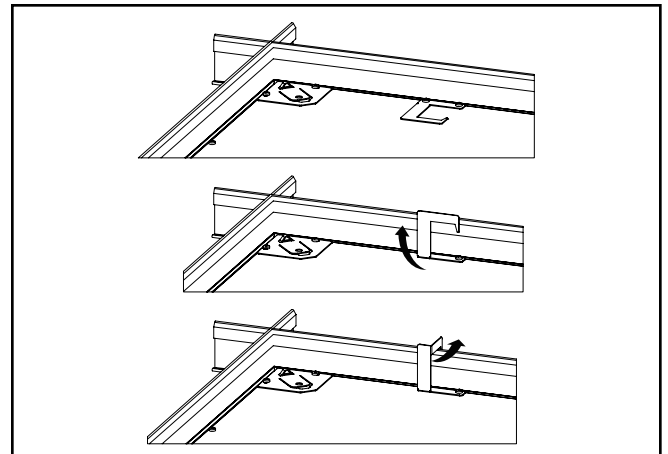

Figure 4.
- Les brides de grille sont fournies afin de mieux le retenir au système de plafond. Orientez 4 languettes à l'arrière du luminaire par-dessus la grille en T en les pliant vers le haut à 90 degrés et perpendiculaires à l'arrière du luminaire. Ensuite, pliez les languettes à 90 degrés vers le cadre de la grille en T. (Figure 4.)